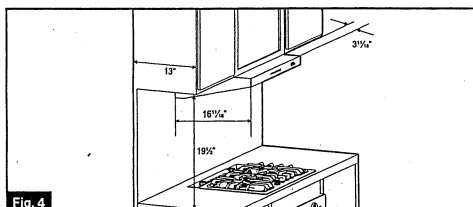

Fig. 4
**ATTENTION:** la distance verticale minimale entre le combustible et la plaque de cuisson est de 19½ pouces pour une installation avec la hotte, dans le cas où le compartiment supérieur ne dépasse pas 13 pouces du mur arrière. (Fig. 4) Cette hotte de cuisinière fonctionne avec les surfaces de cuisson et les cuisinières ayant un débit calorifique pouvant atteindre 22 500 BTU.